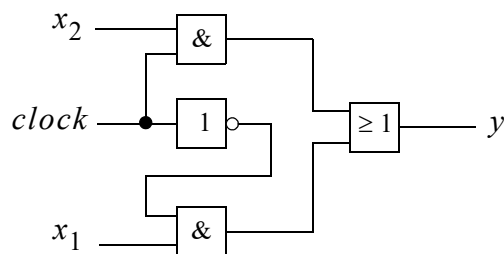

Bild 5.7 Schaltnetz zur Überprüfung der Bestückung
3. Bauen Sie die Schaltung nach Bild 5.7 auf. **Verwenden Sie den rechten Inverter B.** Untersuchen Sie den Signalverlauf mit dem Oszilloskop. Oszillografieren Sie den auftretenden Strukturhazardfehler und skizzieren Sie das Oszillogramm in ihr Protokoll. Vermerken Sie Einstellungen für die Zeitbasis und die Skalierung. Stellen Sie auf Kanal 1 des Oszilloskops eine sich ändernde Eingangsgröße und auf Kanal 2 den Ausgang der Schaltfunktion dar.
4. Modifizieren Sie die Schaltung nach Bild 5.7, damit sie frei von einem Strukturhazard ist. Skizzieren sie den Schaltplan, bauen Sie ihre Schaltung auf und überprüfen Sie ob der Strukturhazard**fehler** noch vorhanden ist.
5. Bauen Sie die Schaltung wieder zurück und untersuchen Sie die nicht modifizierte Schaltung nach Bild 5.7 auf Funktionshazards. Vervollständigen Sie die Tabelle der Funktionshazardübergänge auf Seite 37 mit der Belegung B bei der Sie einen Funktionshazard**fehler** erwarten. Überprüfen Sie Ihr Ergebnis mit dem Testmustergenerator und dem Oszilloskop.
zu 5: Tabelle der Funktionshazardübergänge der Originalschaltung nach Bild 5.7